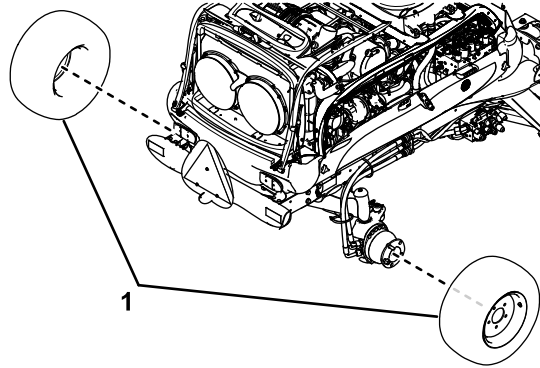

Figura 3
1. Retire las ruedas traseras (Figura 3).